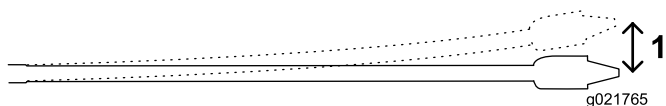

Figura 25
Los tubos de 3 m utilizados en esta máquina pueden flexionarse un 8% en la longitud del tubo; esto equivale a una desviación lineal de no más de 20 cm (Figura 25).
- Inserte los primeros 3 m de broca/tubo en el suelo sin desviación. El extremo de la broca estará a una profundidad de 76 cm (Figura 25).